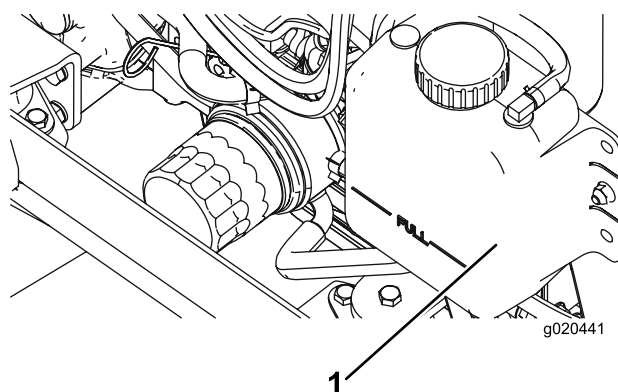

Figura 111
1. Retire cuidadosamente el tapón del radiador y el tapón del depósito de expansión (Figura 111).